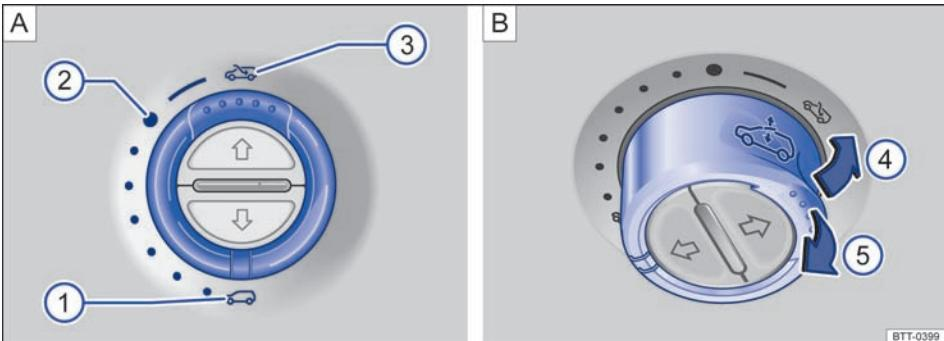

图 43 在前部顶篷上：转动开关进行打开和关闭（A 型），外翻打开和关闭时按入和拉出开关（B 型）
⇒ 图 43 A
⇒ 图 43 B
- 开关 ⇒ 图 43 A 必须旋至位置 ①。
- 全景外翻滑动天窗**：在闭合力限制功能触发后约 5 秒钟之内拉住开关后部 ⑤ B，直至全景外翻滑动天窗完全关闭。